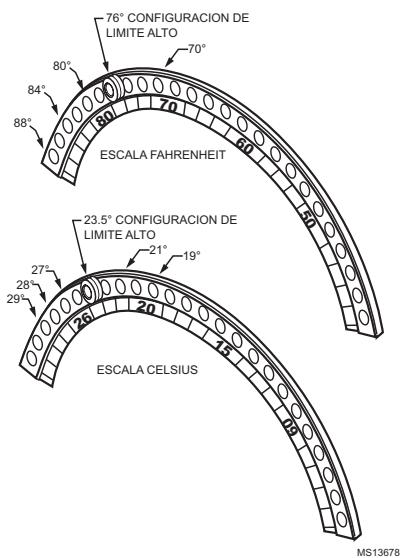

Fig. 5. Configuraciones de límite de rango alto.
5. Monte el termostato en su base y fije la temperatura que deseé. Vea la Fig. 5.